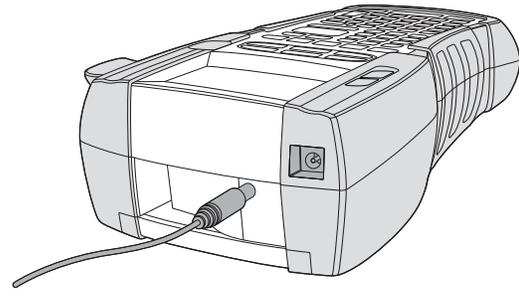

Figura 2
1. Enchufe el adaptador de alimentación al conector de alimentación situado en la parte superior de la impresora. Consulte Figura 2.